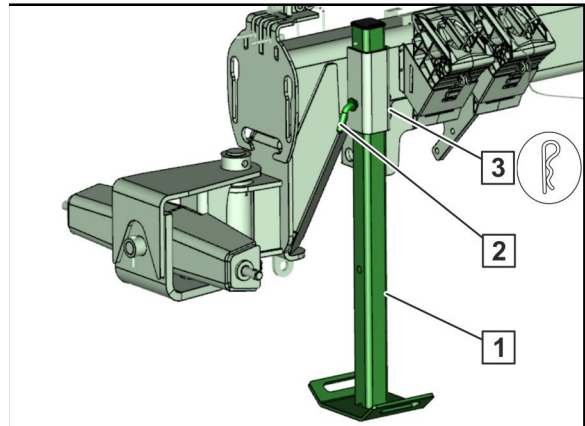

Fig. 22
- Støttefoten er senket (Fig. 22/1) når maskinen er frakoblet.
Hev/senk støttefoten (Fig. 22/1):
1. Løsne fjærpluggen (Fig. 22/3).
2. Trekk ut bolten (Fig. 22/2).